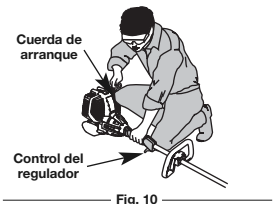

Fig. 10
- Saque la tapa de la gasolina (Fig. 10).
- Coloque el pico del recipiente de gasolina en el orificio de llenado del tanque de gasolina (Fig. 10) y llene el tanque.
No hay necesidad de encender la unidad. El Control de Parada Encendido/Apagado (On/Off) está en la posición Encendido (ON) (I), en todo momento (Fig. 10).